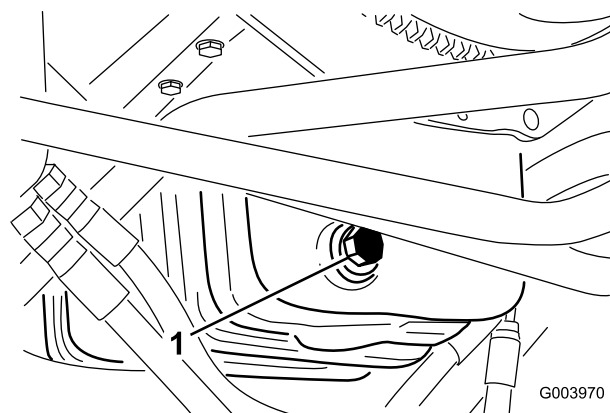

図 60
1. ドレン・プラグ(図 60)を外してオイルを容器に受ける。